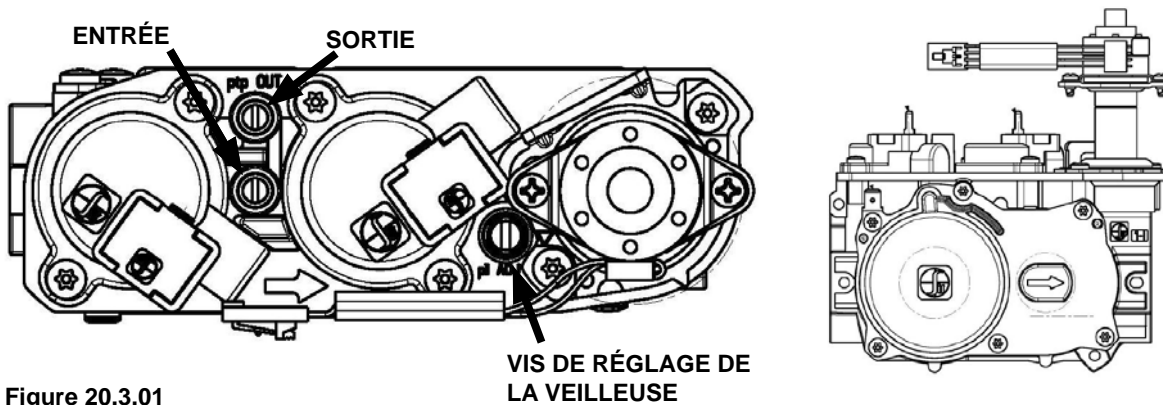

Figure 20.3.01
2. Les raccords de test de pression sont situés sur la face avant de la valve de contrôle de gaz. L'entrée est indiquée par une flèche sur le corps de la valve et la sortie est marquée «OUT». Voir **Figure 20.3.01**.
Les flammes ne doivent pas avoir de pointes jaunes mais doivent envelopper le détecteur de flamme et l'allumeur à étincelles. On peut les ajuster en tournant la vis de réglage de veilleuse, marquée «PILOT ADJ.» sur la valve de contrôle de gaz (Voir **Figure 20.3.01**).